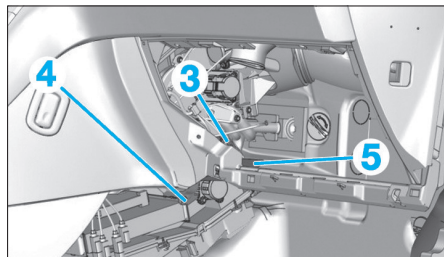

Fig. 30
- la sonde de température d'air (3) (Fig.30),
- la vis (4),
- le conduit d'air (5),